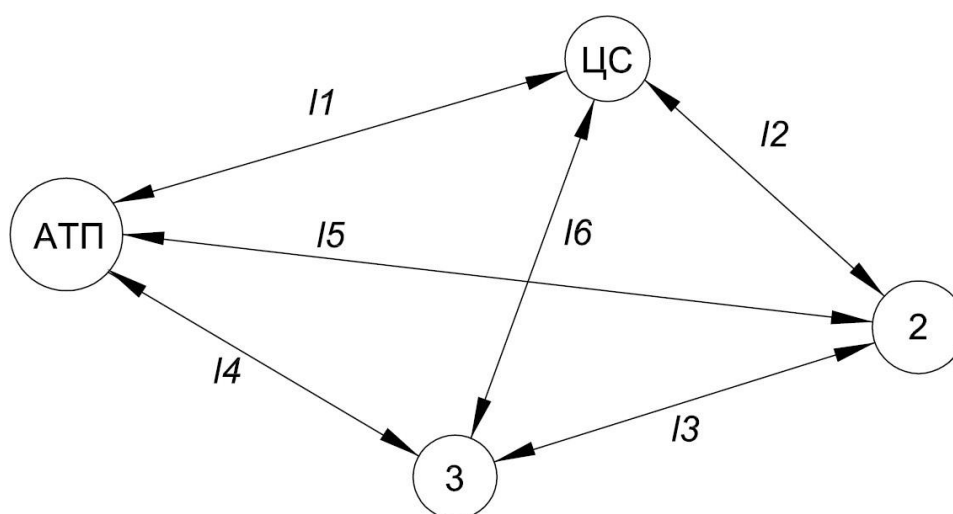

Рис. 1. Схема транспортной сети
7. Изучить схему транспортной сети (Рисунок 1), исходные данные расстояний и технической скорости (Таблица 1).